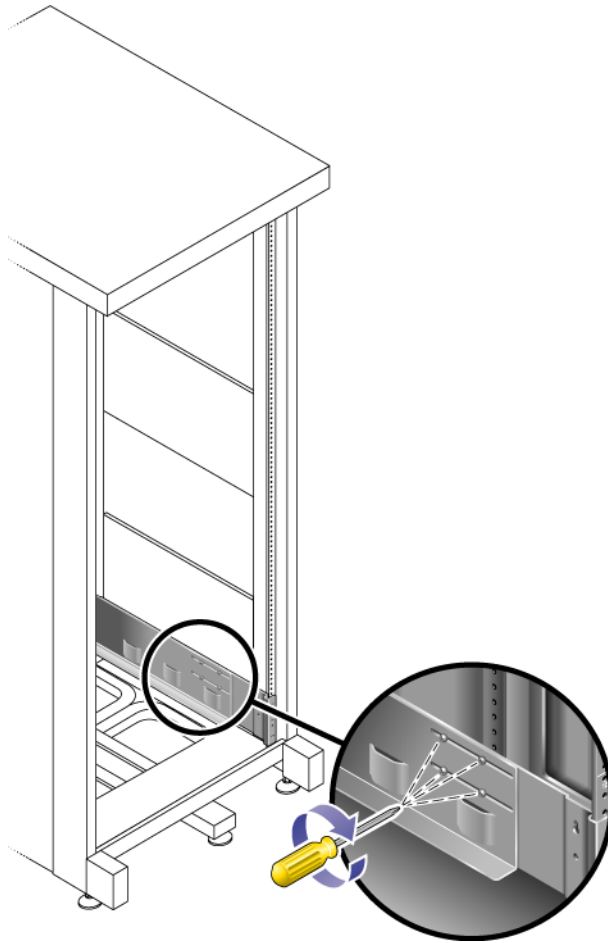

FIGURE 2-7 Serrage des vis de réglage des rails
- À l'aide du tournevis cruciforme n°2, serrez les huit vis de réglage (quatre de chaque côté) vers l'arrière de chaque rail (FIGURE 2-7).